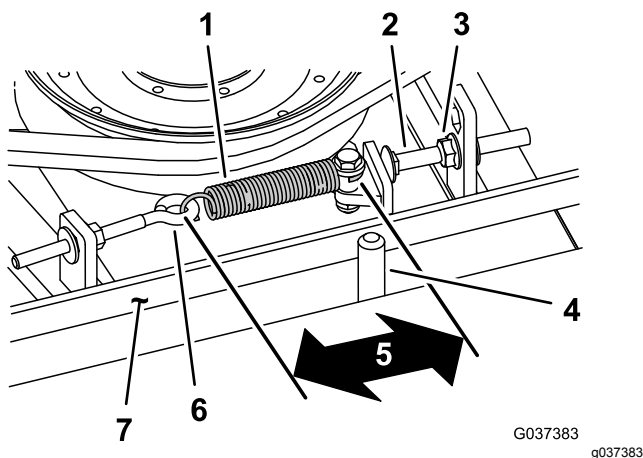

Рисунок 113
При правильном натяжении внутренняя длина пружины растяжения (между зацепами) должна быть приблизительно 8,3–9,5 см. После того, как будет достигнуто правильное натяжение пружины растяжения, отрегулируйте упорный болт (кадетный болт) так, чтобы между головкой болта и рычагом натяжного ролика оставался зазор 2–5 мм. (Рисунок 113).
**Примечание:** Убедитесь, что ремень расположен на направляющей ремня со стороны пружины (Рисунок 113).
2. Ослабьте рым-болт (Рисунок 113).
3. Ослабьте фланцевую гайку, которая крепит упорный болт к монтажному выступу, и отодвиньте натяжной ролик от ремня (Рисунок 113).
9. Подсоедините пружину растяжения (Рисунок 113) к рым-болту и натяните ремень следующим образом: